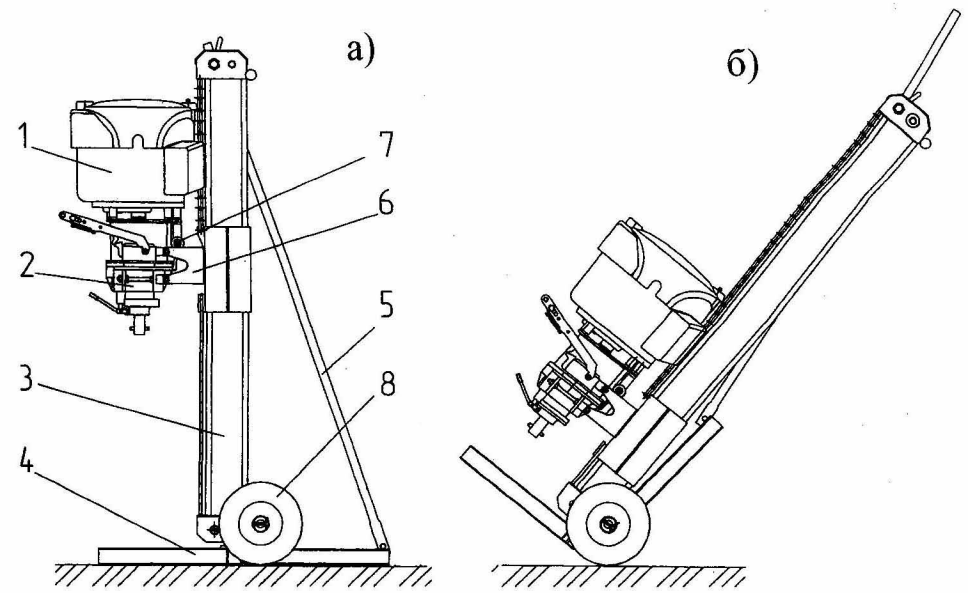

Рис.2 Мотобур М-10
Мотобур М-10 (рис.2) состоит из двигателя 1, вращателя 2, стойки с механизмом подачи 3, рамы 4, подкоса 5 и каретки 6.
Крепление корпуса вращателя к каретке 6 (см.рис.2) осуществляется болтами и шпильками, которые при эксплуатации необходимо проверять на надежность затяжки.
Подкос 5 (см.рис.2) служит для удержания стойки в вертикальном положении. В верхней части стойки расположено специальное зажимное устройство с гайкой.
- установить три прижима 3 на раму 4 (см.рис.2);